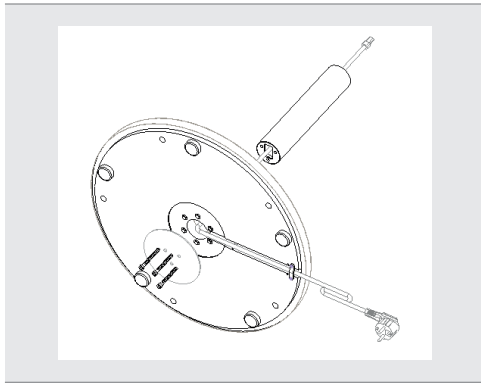

Abb.1b: Montage unteres Rohrstück
2. Ziehen Sie den oberen Teil des Netzkabels durch das untere Rohrstück und fixieren Sie dieses mit drei Schrauben am Standfuß (Siehe Abb. 1b).